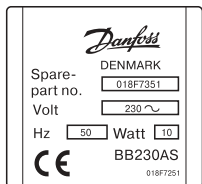

Рис. 2
Тип (BB230AS) указан на передней части катушки, там же даны напряжение (V) и частота (Гц) (см. рис. 2).